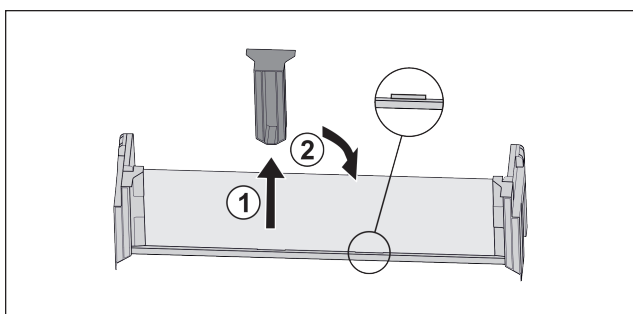

Fig. 92
- ▶ Витягнути середню деталь для підтримки Fig. 92 (1).
- ▶ Вставити середню деталь для підтримки на друге положення Fig. 92 (2).